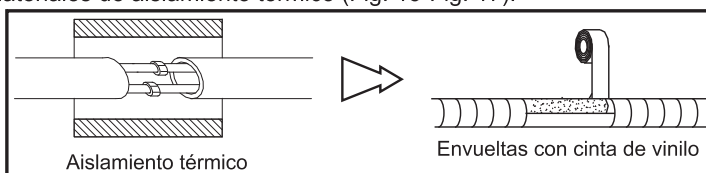
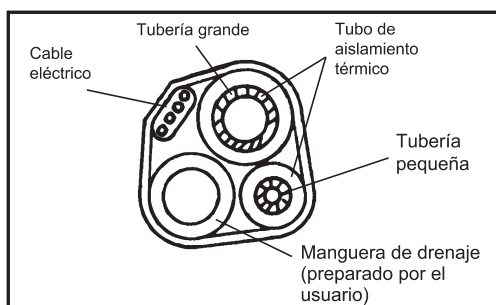

Fig. 15
Fig. 17
- Después de conectar las tuberías según sea necesario, instale la manguera de drenaje. A continuación, conecte los cables eléctricos. Después de conectarlos, envuelva las tuberías, los cables y la manguera de drenaje con materiales de aislamiento térmico (Fig. 15-Fig. 17).